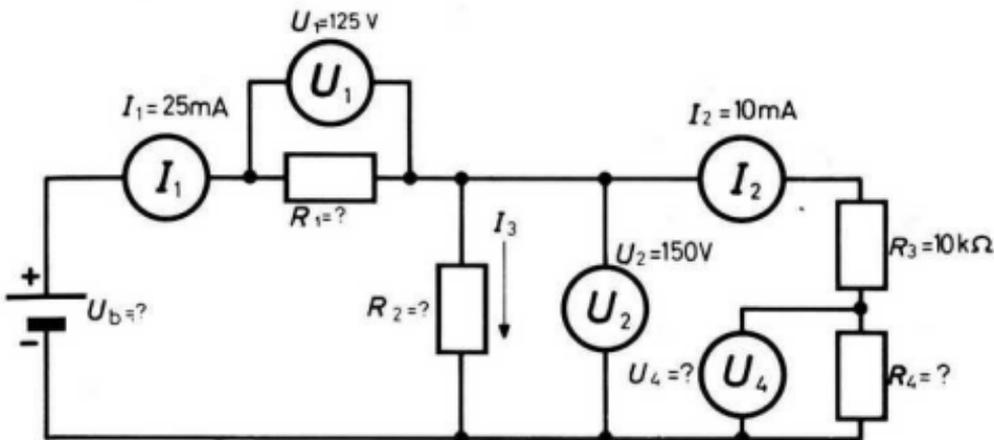

Bild 14
h) Ermitteln Sie in Bild 14 folgende Werte: